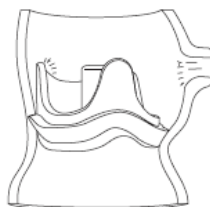

図5: 弁型サイザーによる
- スtentポストが冠動脈口を閉塞していないこと(図5)。